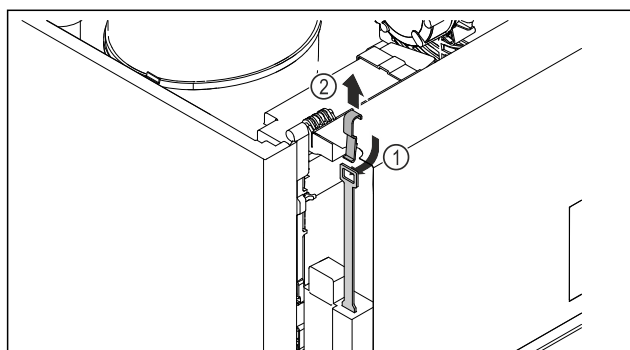

Fig. 248
- Ključ za sigurnosno deblokiranje Fig. 248 (1) umetnite odozgo, zakvačite ga za bravu i povucite prema gore Fig. 248 (2).